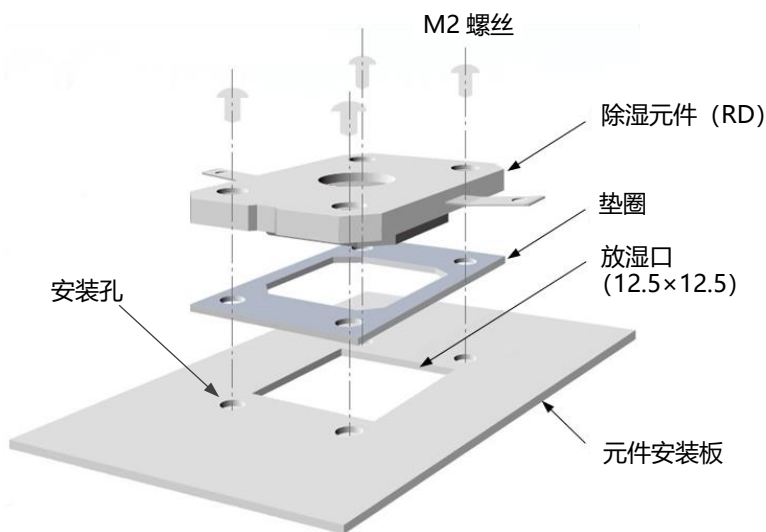
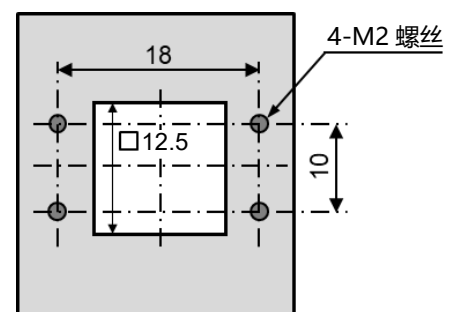

图 1. 安装示意图
图 2. 放湿口·安装孔加工尺寸
请在安装面上**开设安装孔后使用**。详情请参阅以下图 1.~图 2.。
*5 请在容器的安装部位开设安装孔。（参阅图 2. “安装孔加工尺寸”）